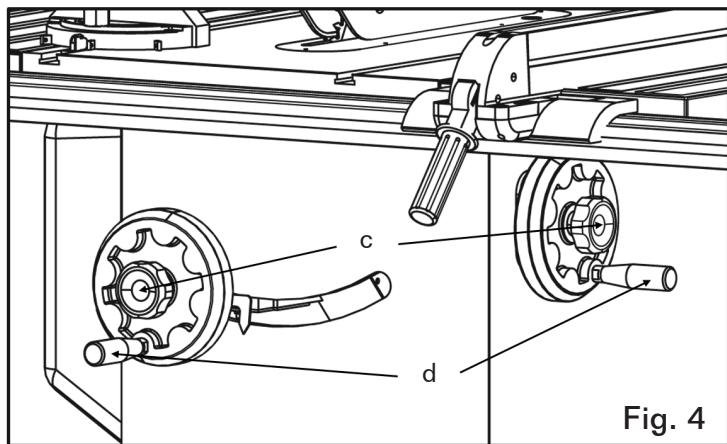

Fig. 4
2. Atornille las perillas de bloqueo c (Fig. 4) y trábelas, para mantener los volantes en su lugar, luego conecte las manijas plateadas, d (Fig. 4) ajustándolas con la llave combinada de 12 mm. suministrada.